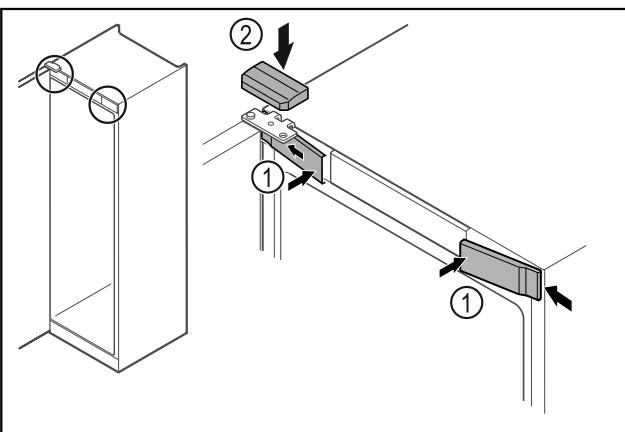

Fig. 67
- Зацепите сбоку и защелкните передние крышки Fig. 67 (1).
- Защелкните верхнюю крышку Fig. 67 (2) сверху.